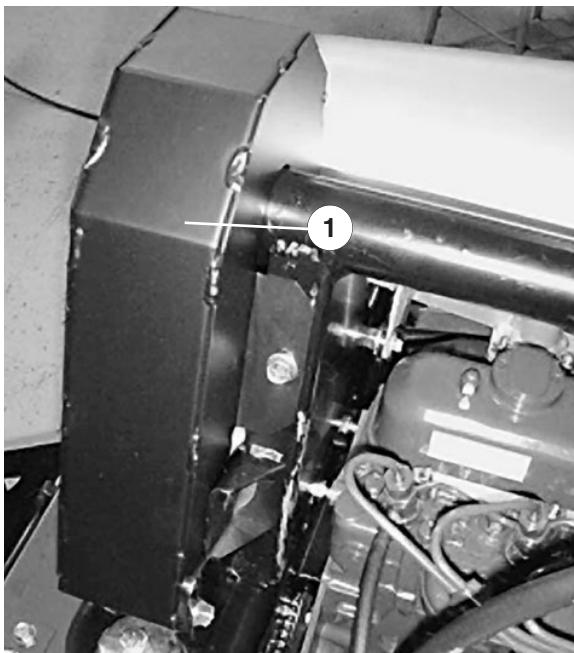

Bild 32
2. Nehmen Sie die (5) Kopfschrauben ab, mit denen die Schutzvorrichtung des Ventilatorantriebsriemens befestigt ist, und nehmen Sie die Schutzvorrichtung ab (Bild 32).
5. Bringen Sie die Schutzvorrichtung für den Ventilatorantriebsriemen mit Kopfschrauben an (Bild 32). Schließen und verriegeln Sie die Haube.
4. Bringen Sie die Schutzvorrichtung für den Ventilatorantriebsriemen mit Kopfschrauben an (Bild 32). Schließen und verriegeln Sie die Haube.